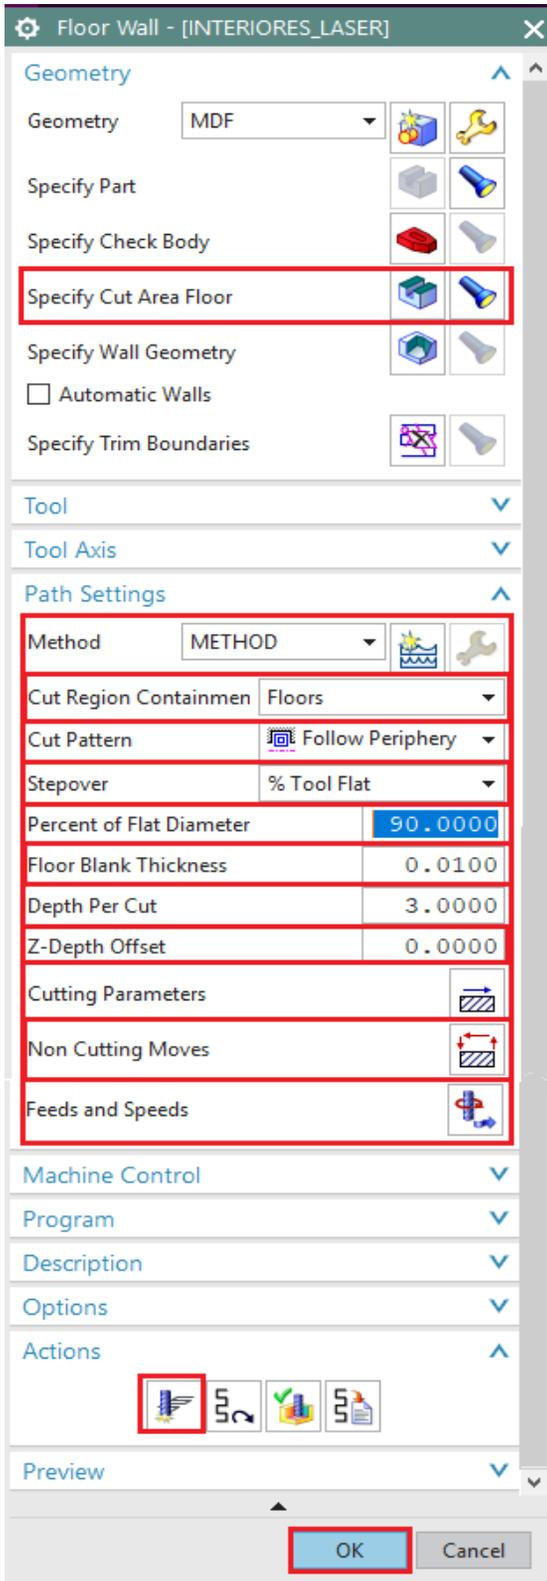

Figura 3.35 Parámetros en barra de propiedades.
- En la barra de propiedades, ubicada a la derecha de la ventana, seleccionar los siguientes parámetros (Figura 3.35) :